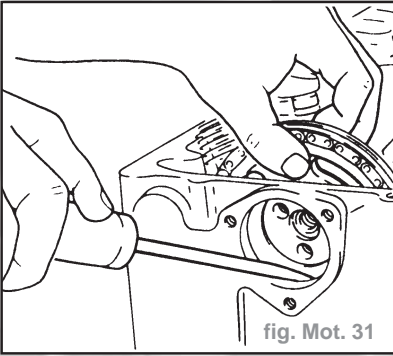

fig. Mot. 31
- Serrer le pignon d'arbre à cames et les vis à l'aide de la clé polygonale **KM-320** au couple de **2,5 daN.m** (fig. Mot. 31).